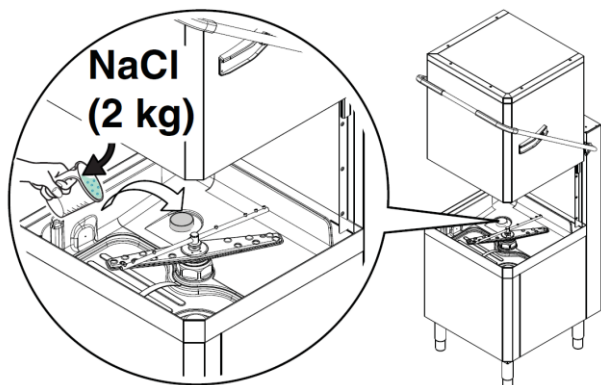

Рис. 29 - Засыпать соль
- Засыпать 2 кг крупной соли (NaCl) в контейнер «А» (такого количества соли достаточно, чтобы наполнить контейнер до края загрузочного отверстия) при помощи воронки из комплектации машины (см. Рис. 29).